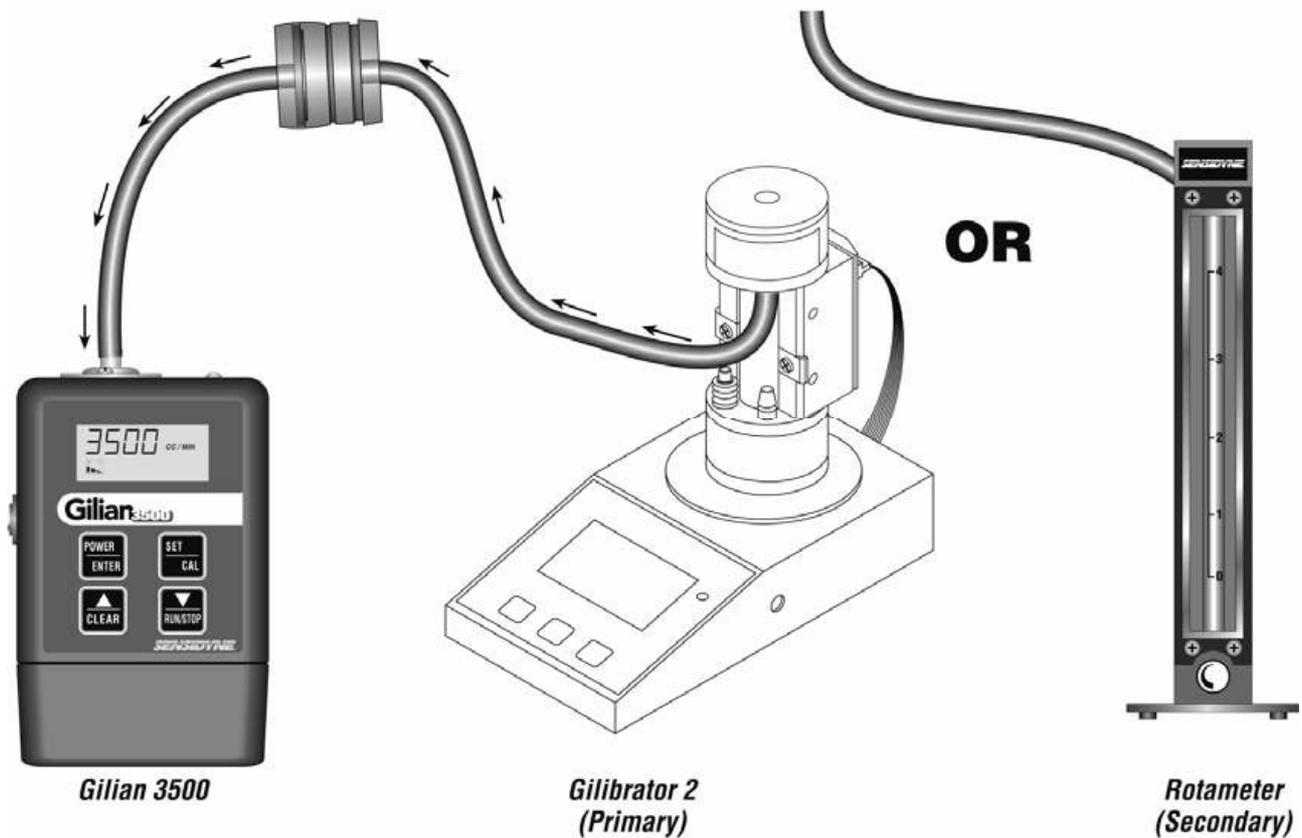

Figura 2.3
- **Vea la Figura 2.3**
- (1) Prepare un Gilibrator 2 usando una célula húmeda estándar.
- (2) Elija el mismo medio de muestreo o de similar pérdida de carga, que se usará en el campo.
- (3) Conecte un tubo con un diámetro interior de 6,25 mm (1/4") desde la bomba al medio de muestreo y del medio de muestreo al Gilibrator 2.